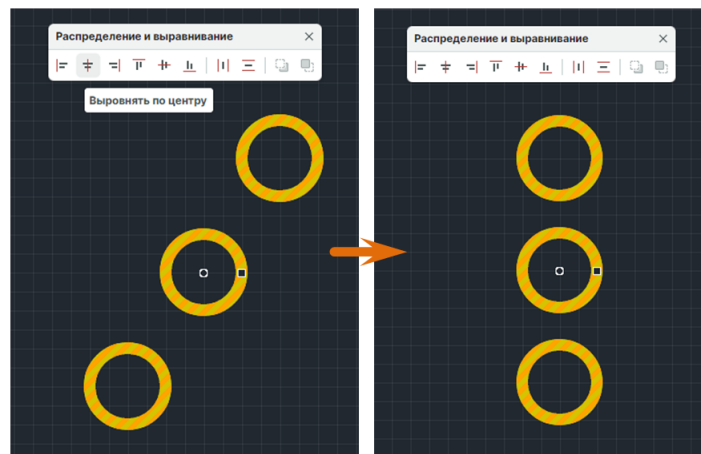

Рис. 371 Выравнивание по центру
2. На панели «Распределение и выравнивание» выберите инструмент «Выворнять по центру», который обозначен иконкой , см. Рис. 371.